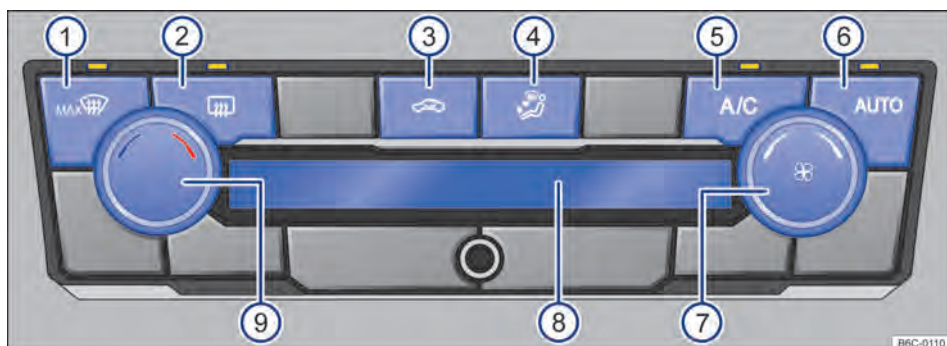

Fig. 85 Comandos do Climatronic.
- *Climatronic*: girar o regulador do ventilador para a esquerda até o batente → Fig. 85 (7).
Com o botão **AUTO** → Fig. 85 (6) é possível ligar e desligar o modo automático do Climatronic.
- *Climatronic*: girar o regulador rotativo esquerdo → Fig. 85 (7).
No display do Climatronic → Fig. 85 (8) é indicada a temperatura ajustada. ►
- *Climatronic*: girar o regulador do ventilador → Fig. 85 (7).
- *Climatronic*: pressionar o botão → Fig. 85 (4) para posição desejada, a distribuição selecionada será indicada no display (8).
- *Climatronic*: pressionar o botão  → Fig. 85 (1).